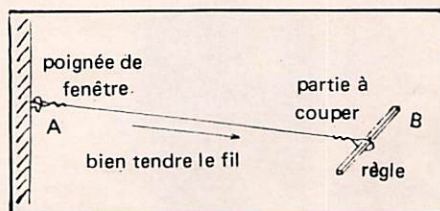

FIGURE 5
- ( ) Prendre le rouleau de fil argenté de 4 m et bien le tendre en vous aidant d'une poignée de porte ou de fenêtre comme sur la fig. 5 ci-contre.